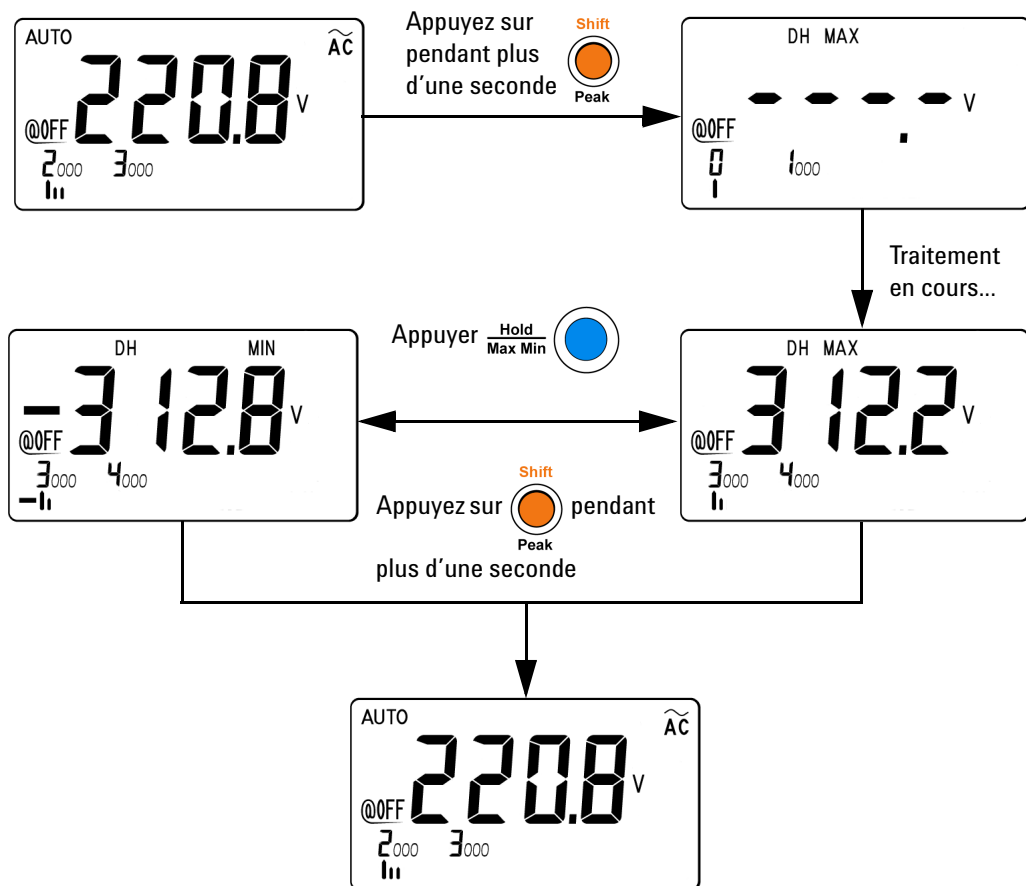

Figure 3-4 Fonctionnement en mode de gel de valeur de crête 1 ms
- 4 Dans l'exemple de mesure illustré à la Figure 3-4 à la page 42, le facteur de crête est  $312,2/220,8 = 1,414$ .